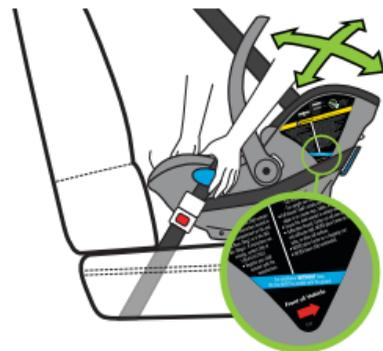

Figure 73
- Saisissez le porte-bébé près des guides de ceinture DUA/sous-abdominale bleus et tirez-le d'un côté à l'autre et d'avant en arrière pour vérifier que l'installation est sécurisée, comme illustré à la **Figure 73**.